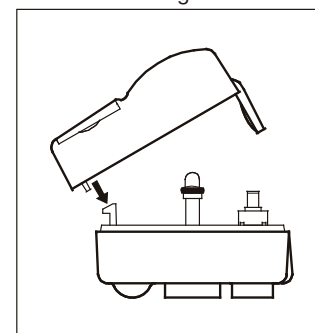

Fig. 3
3. Sätt tillbaka överdelen (se till att den går i korrekt ingrepp med underdelen, så att höljet blir tätt) och skruva i skruvarna med skrivmejsel (fig. 3 och 4).
5. Skruva fast överdelen igen (fig. 3 och 4).